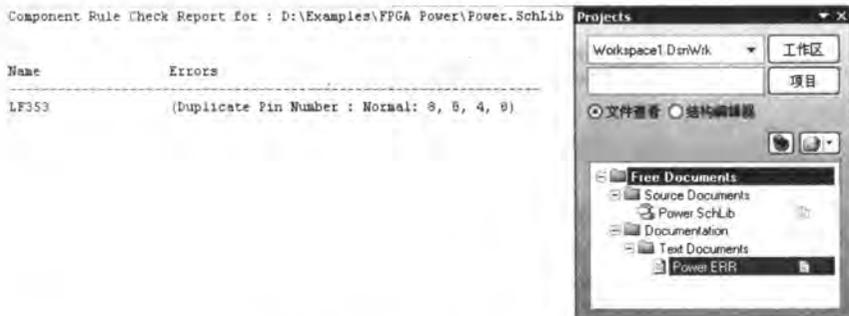

图 5-34 元器件规则检查报表
- [3] 设置完毕，单击 按钮，关闭对话框，则系统自动生成了该库文件的元器件规则检查报表，是后缀名为“ERR”的文本文件，如图 5-34 所示。